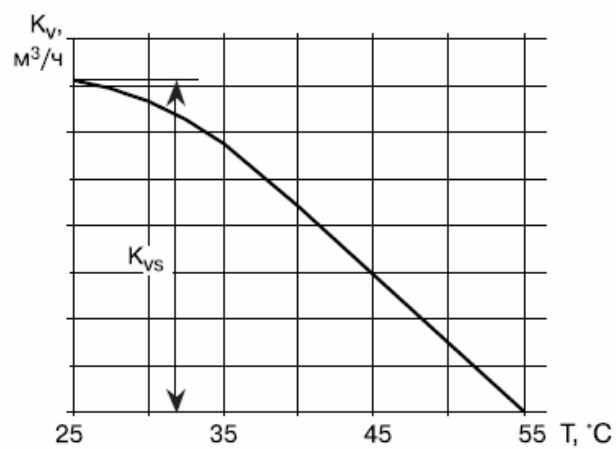

Рис. 3. Характеристика регулирования клапана МТСV.
Характеристика регулирования балансировочного клапана МТСV (рис. 3). Специальное уплотнение (13) защищает термозлемент от прямого контакта с водой, что обеспечивает его долговечность и точность регулирования.